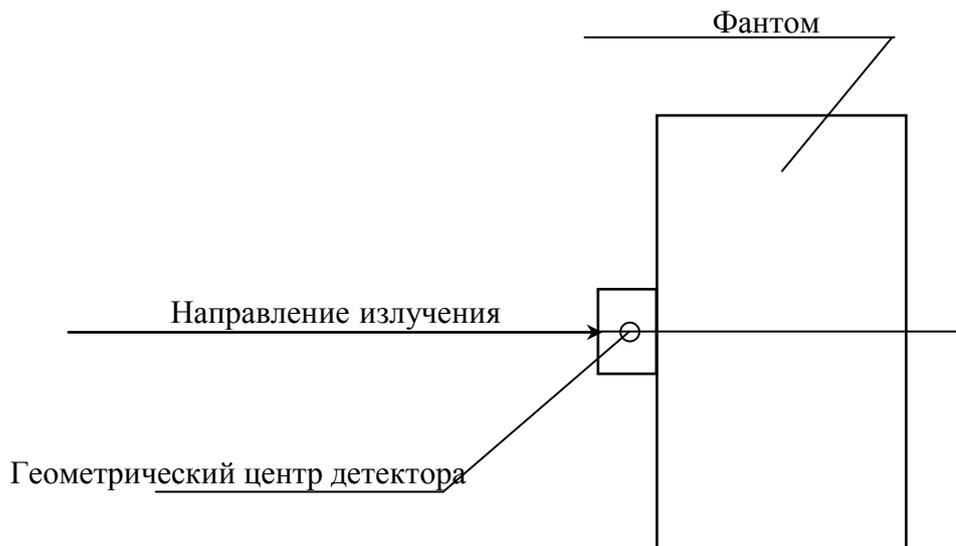

Рисунок 5.1 – Способ установки дозиметра с фантомом на поверочную дозиметрическую установку.
2) закрепить дозиметр на фантоме так, чтобы тыльная сторона дозиметра была обращена к фантому. Установить дозиметр с фантомом на поверочную дозиметрическую установку так, чтобы нормаль, проведенная из геометрического центра передней стенки фантома, совпала с центральной осью коллиматора поверочной дозиметрической установки, а центральная ось коллиматора проходила через геометрический центр детектора поверяемого дозиметра, рисунок 5.1 Геометрический центр детектора отмечен в эксплуатационной документации значком "х";